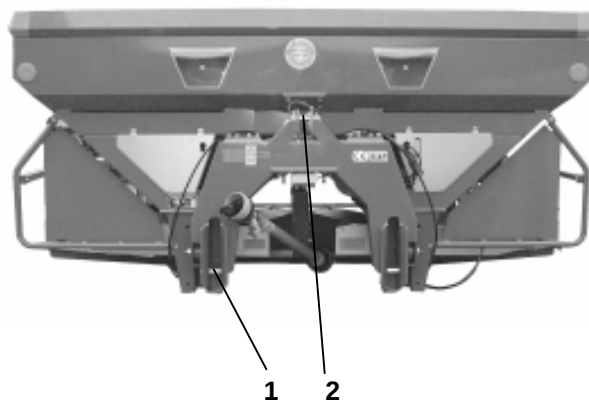

Fig. 5
- Onderste hefarmen met de hefpenningen (cat III) (Fig. 5/1) bevestigen en met klapstekker borgen. De penningen in het bovenste gat van de bevestigingsplaat voor de hefarmen steken. De hefarmconsole heeft standaard twee bevestigingsmogelijkheden, waarmee de strooier 180 mm hoger kan worden aangebouwd, bijv. voor bijmesting.
- Topstang met insteekpen (cat III) (Fig. 5/2) bevestigen en klapstekker borgen.